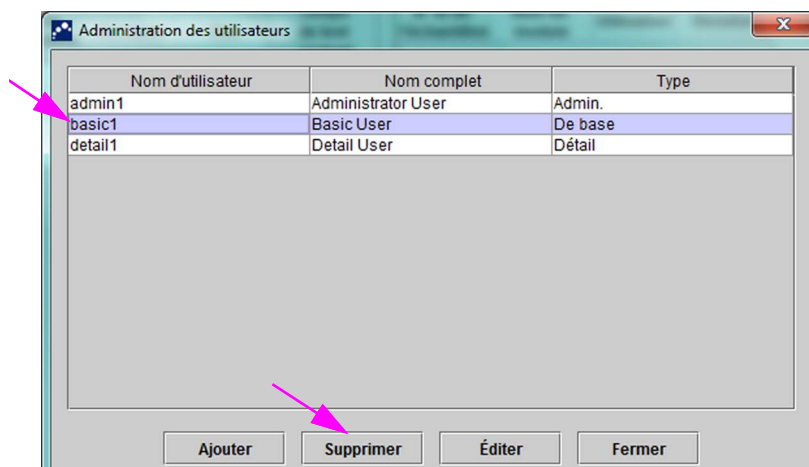

Figure 2-75. Boîte de dialogue Administration des utilisateurs avec sélection de l'utilisateur à supprimer
2. Cliquez pour sélectionner l'utilisateur à supprimer. Voir Figure 2-75.
3. Cliquez sur **Supprimer**. L'utilisateur est supprimé. Voir Figure 2-75.